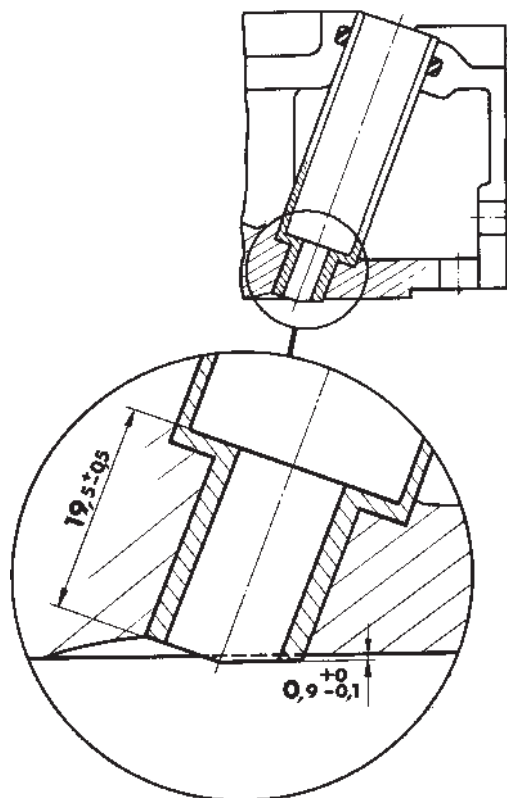

Fig. 10. Justering av hylsa
6. Justera därefter hylsans längd enl. fig. 10.